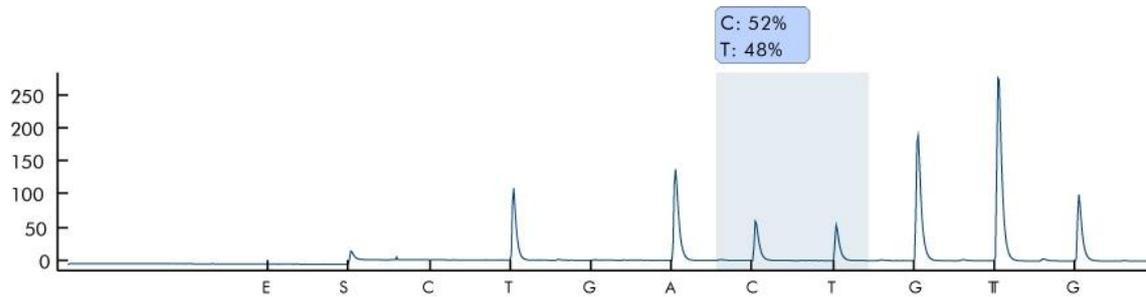

Figure 3. Pyrogramme du run 1
- ① Pour afficher le contenu d'un dossier, sélectionner ce dossier puis appuyer sur « Select » (Sélectionner). Pour revenir à l'écran précédent, appuyer sur « Back » (Précédent).
30. Dans le logiciel PyroMark Q24 MDx, ouvrir le run et analyser tous les puits. Le tracé des pics du run 1 doit être similaire à celui de la Figure 3.
① Pour obtenir la hauteur des pics, sélectionner « Export Peak Heights » (Exporter hauteur des pics) dans le menu « Tools ». Enregistrer les données dans un format adapté (*.csv ou *.tsv). Ouvrir ce fichier dans Microsoft® Excel (Delimited) et calculer la hauteur moyenne de pic mononucléotidique pour chaque puits comme décrit ci-dessous.